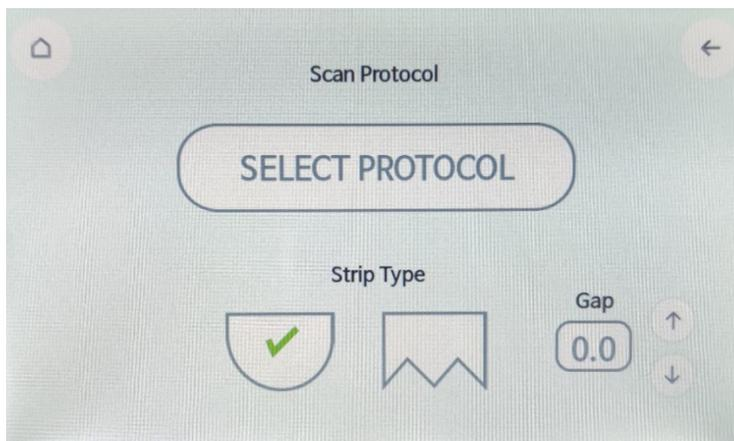

Figure 11. Menu de sélection de la plaque dans l'interface tactile de l'IndiMag 48s permettant de sélectionner le matériel en plastique utilisé.
2. Sélectionnez le type de plaque en veillant à choisir le type de barrette à puits en U. N'ajustez pas l'espacement. Appuyez sur « Select Protocol » (Sélectionner le protocole) pour ouvrir le menu de sélection du protocole. Voir la figure 11 ci-dessous pour plus de détails.